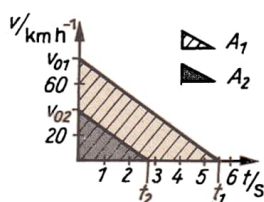

Bild 14
3. Die Beschleunigung ist in beiden Fällen die gleiche. Somit laufen die v, t -Kurven parallel (Bild 14). Im v, t -Diagramm kennzeichnet die Fläche zwischen Kurve und Zeitachse den zurückgelegten Weg. Es ist $A_2 = 1/4 A_1$ (Dreieck mit halber Grundseite und halber Höhe) und somit $s_2 : s_1 = 1 : 4$.